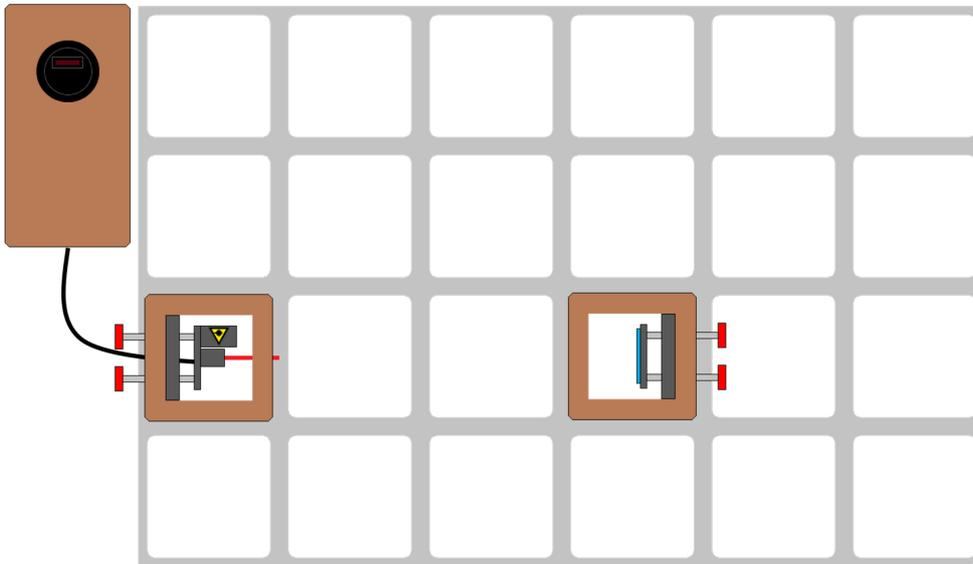

Abb. 2 – Justieren des ersten Spiegels
Wir modellieren das Laserlicht als elektromagnetische Welle mit Wellenlänge  $\lambda = 650\text{nm}$  (rotes Licht). Die beiden sinusförmigen Teilstrahlen unterscheiden sich nur in der zurückgelegten Wegstrecke. Dadurch verändert sich nicht die Wellenlängen wohl aber die Orte von Maxima und Minima der Teilwellen (Abb. 2).
- ② Entferne die Linse und den Schirm aus dem Aufbau und ergänze einen der Spiegel (Abb. 2). Justiere dann den Spiegel so, dass der Laserstrahl genau in die Laserdiode zurück reflektiert wird.